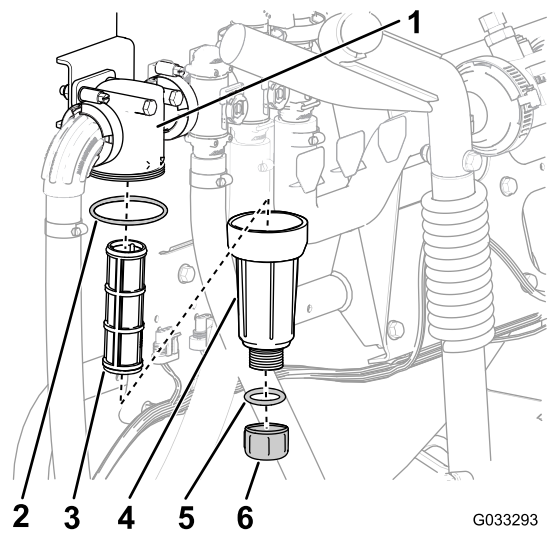

Bild 60
3. Drehen Sie die Ablassschraube nach links und nehmen sie von der Glocke des Druckfilters ab (Bild 60).
4. Drehen Sie die Glocke nach links und nehmen sie vom Filterkopf ab (Bild 60).
5. Entfernen Sie den alten Druckfiltereinsatz (Bild 60).
6. Überprüfen Sie den O-Ring für die Ablassschraube (in der Glocke) und den O-Ring für die Glocke (im Filterkopf) auf Beschädigungen und Abnutzung (Bild 60).
7. Setzen Sie den neuen Druckfiltereinsatz in den Filterkopf ein (Bild 60).
8. Befestigen Sie die Glocke am Filterkopf und ziehen sie mit der Hand an (Bild 60).
9. Setzen Sie die Schraube in die Schale ein und ziehen Sie sie mit der Hand fest (Bild 60).
2. Stellen Sie eine Auffangwanne unter den Druckfilter (Bild 60).